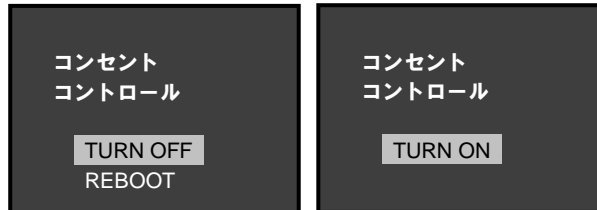

図 3-13 コンセントコントロール画面
1) 1 コンセントコントロールを選択し、ENTER を押してコンセントコントロール画面を開きます(図 3-13)